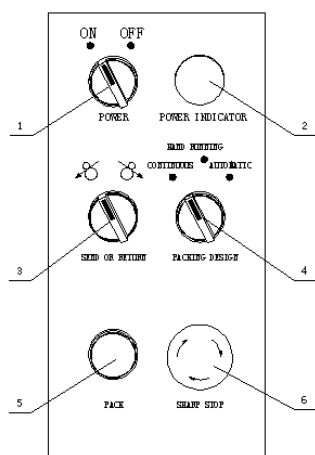

图 4-1
4.1 控制面板功能（见图 4-1）
①. 电源开关
②. 电源指示灯
- a. 接通空气开关见图 4-1 所示,此时电源指示灯亮。